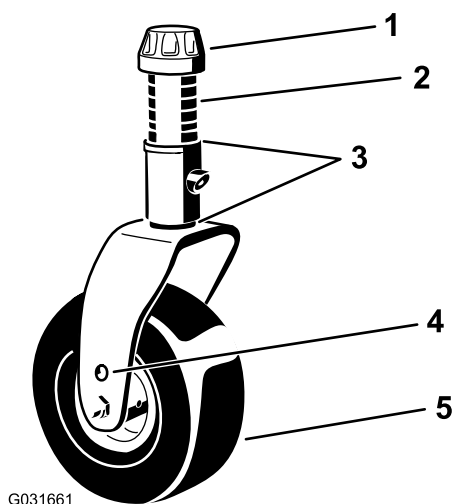

Figura 21
4. Utilizando a chave da tampa da roda fornecida, desaperte a tampa de tensão e retire-a do eixo da roda giratória e faça deslizar o eixo da roda para fora do braço da roda (Figura 21).